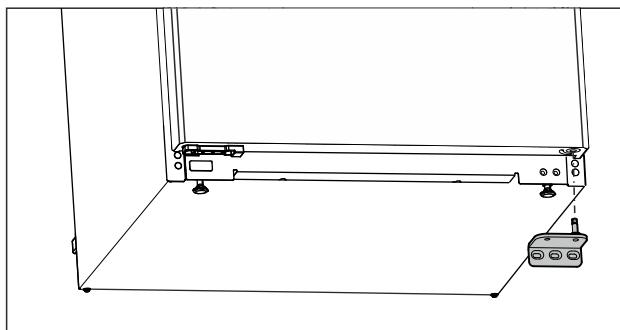

Fig. 15
- Свалете лагерната стойка надолу. (виж *Fig. 15*)